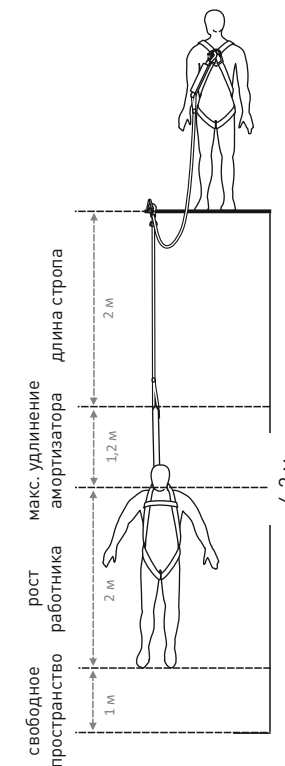

рис. 5
- Перед каждым применением страховочной системы удостоверьтесь в наличии свободного пространства под пользователем на рабочем месте. Запас высоты (рис.5) рассчитывается с учетом суммарной длины стропы и соединителей, длины сработавшего амортизатора, роста работника, а также свободного пространства, остающегося до нижележащей поверхности в состоянии равновесия работника после остановки падения.